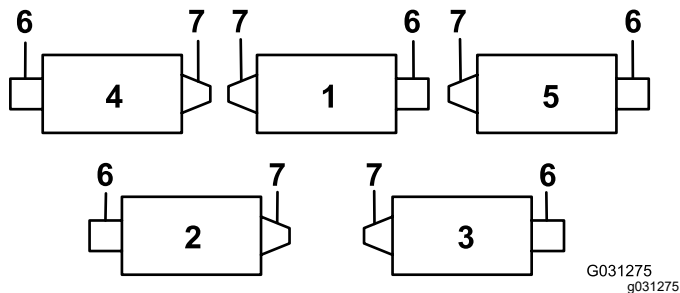
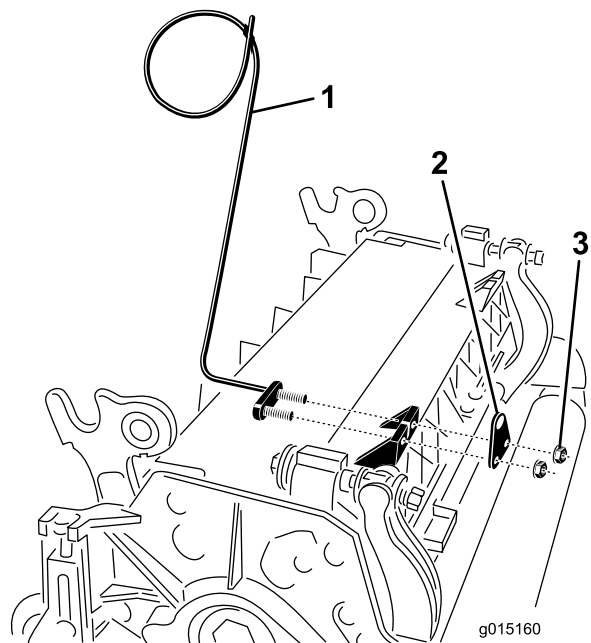

Bild 6
Bild 7
7. Montieren Sie an den Schneideinheiten Nr. 4 (vorne links) und Nr. 5 (vorne rechts) die Schlauchführungen mit den Befestigungsmuttern der Stangenhalterung vorne an den Mähwerksnasen. Die Schlauchführungen sollten sich zur mittleren Schneideinheit neigen (Bild 6, Bild 7, Bild 8).